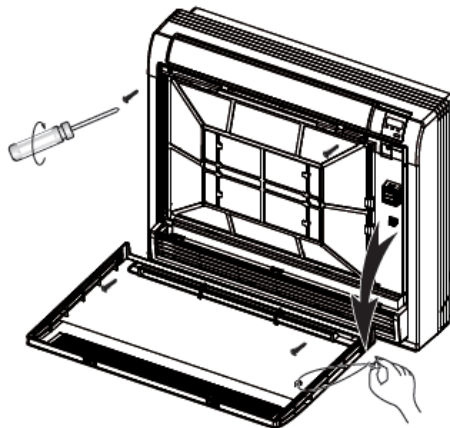

Fig.7-2
- Îndepărtați sfoara. (Consultați Fig. 7-2)
- Îndepărtați cele patru șuruburi. (Consultați Fig. 7-2)